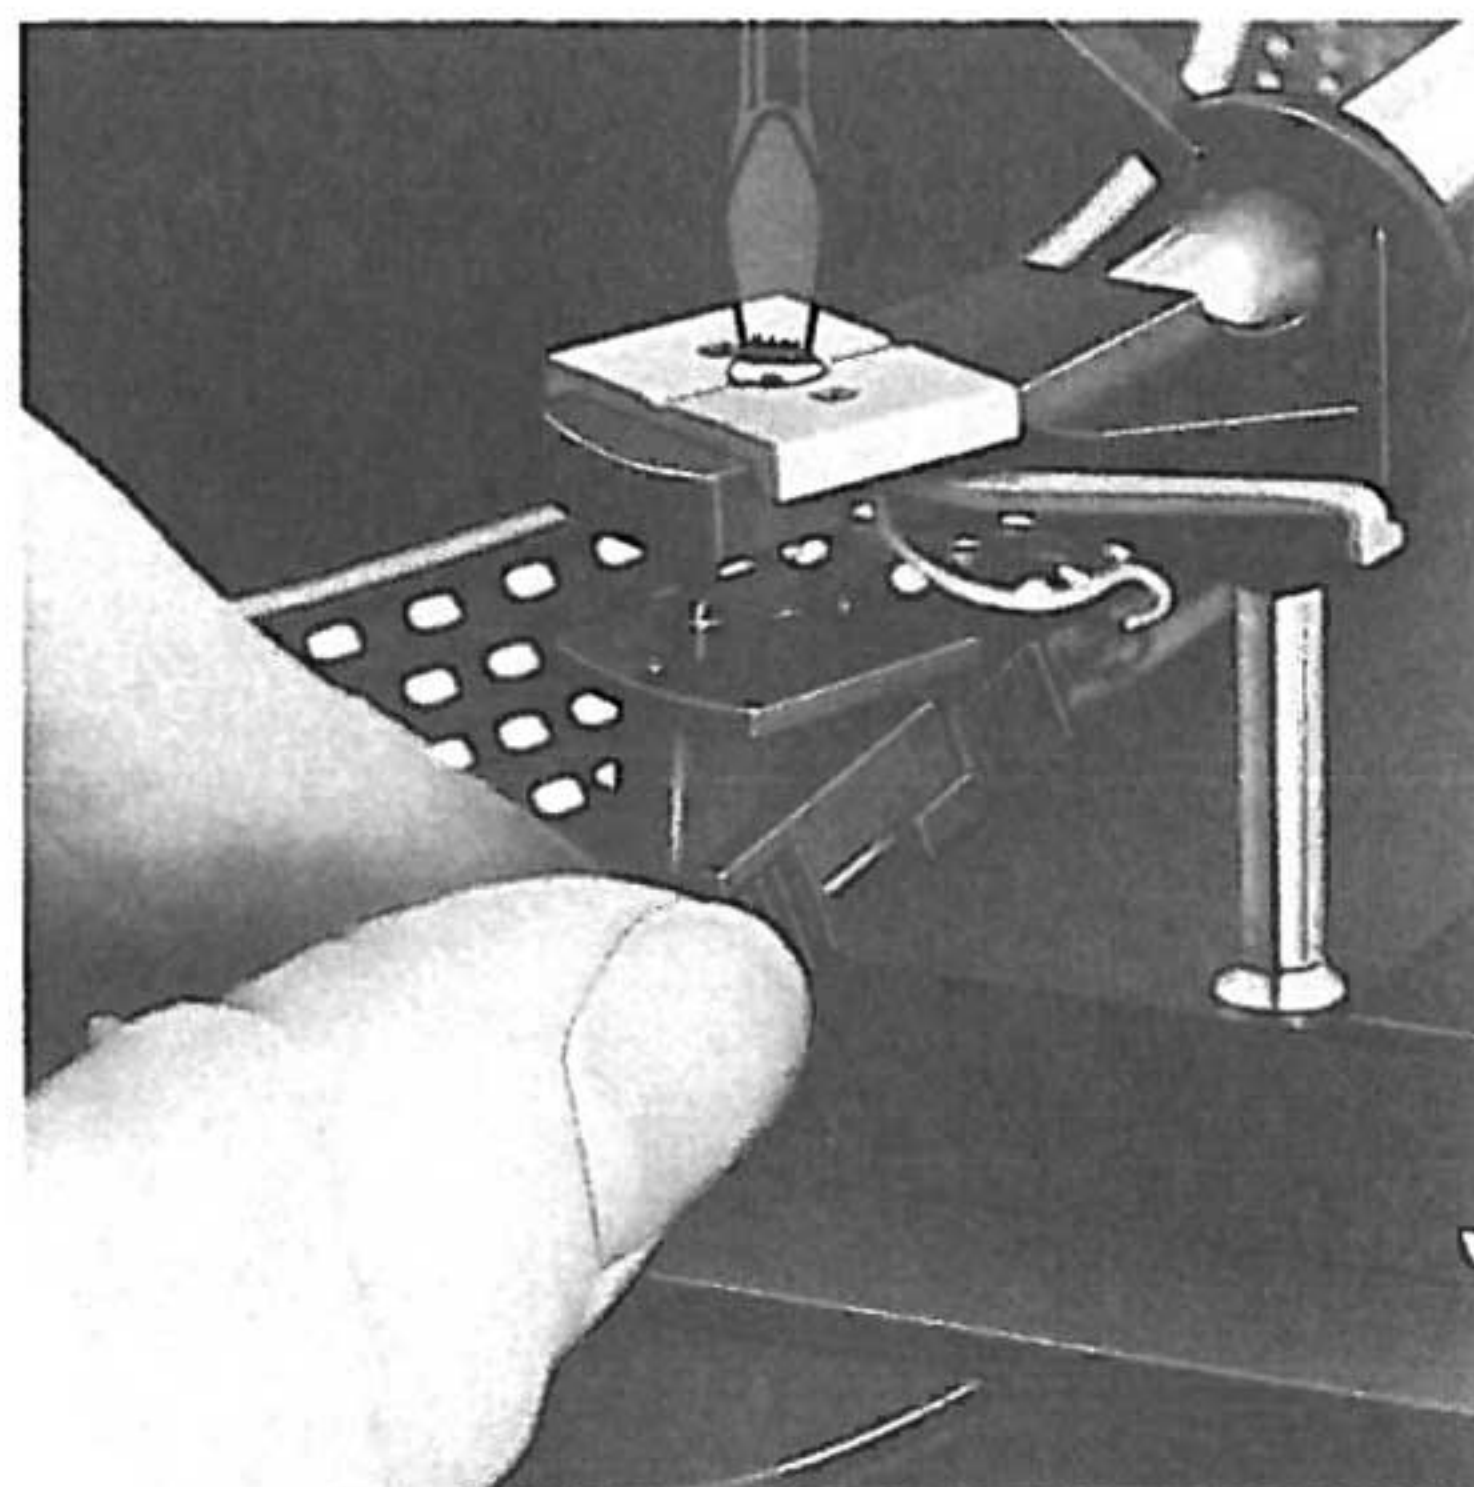

Fig. 6
2) Per levare la testina bisogna girare la vite di fissaggio (11) in senso antiorario, tenendo la testina ben ferma, perché altrimenti cadrebbe (Fig. 6). Sfilare i fili del braccio dalle spine di contatto della testina.